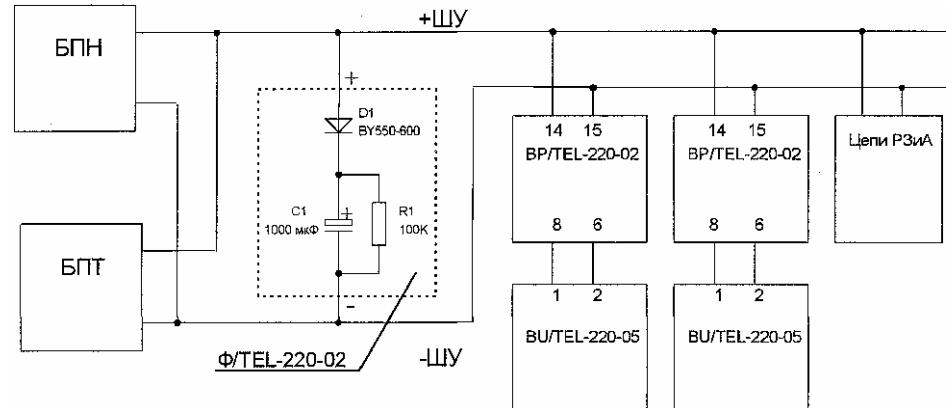

Рисунок 1. Электрическая схема фильтра и схема подключения.
Фильтр представляет собой конденсатор, заключенный в оболочку из электроизоляционного материала, на выводах которого установлена печатная плата, содержащая резистор и диод. Фильтр поставляется в комплекте с хомутом для крепления. Электрическая схема фильтра и схема подключения представлена на рис. 1. Фильтр состоит из конденсатора Philips тип 2222 155 18102, С=1000 мкФ, Ur=385 В, диода BY5 50-600, и резистора С2-23-2 100 кОм. Фильтр устанавливается параллельно выходу БПТ. При подаче питания конденсатор С1 фильтра через диод D1 заряжается до напряжения равного амплитуде напряжения обеспечиваемого источником питания. Фильтр не имеет внутреннего ограничения тока (внутреннее сопротивление конденсатора составляет порядка 0,1 Ом), поэтому ток заряда конденсатора ограничивается внутренним сопротивлением источника питания, и в начале заряда равен току короткого замыкания. Для БПТ10002У2, БПН1002У2 амплитудное значение тока при подаче питания на разряженный фильтр не превышает 60 А, а время заряда конденсатора составляет 0,04-0,09 с. В установившемся режиме напряжение на конденсаторе фильтра равно амплитуде напряжения на шинках, и составляет около 240 В, если БПТ не находится в режиме феррорезонанса и шинки питаются от БПН, и около 300 В, если БПТ находится в режиме феррорезонанса. Диод D1 не позволяет конденсатору разряжаться на нагрузку, таким образом, фильтр не влияет на среднее напряжение на шинках, и не сглаживает пульсации напряжения. При резком увеличении входного тока, БПТ генерирует импульсы тока, которые заряжают конденсатор фильтра. Длительность переходного процесса в БПТ недостаточна для заряда фильтра выше максимального допустимого напряжения фильтра. Резистор R1 разряжает конденсатор, до амплитуды напряжения установившегося на выходе БПТ. Время полного разряда фильтра после отключения питания составляет 5 минут.
2.3.4 Подключить фильтр, соблюдая полярность. Схема подключения приведена на рис. 1. Если для защиты шинок от коротких замыканий применен быстродействующий автомат, срабатывающий при подаче питания на разряженный фильтр, то необходимо использовать автомат, имеющий больший ток или время отсечки, или установить фильтр до автомата.